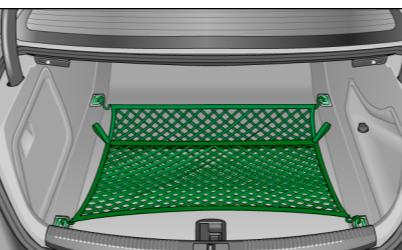

图 83 行李箱：张紧的行李网
- 如要用行李网固定装载物，那么请先将前面的行李网钩子，然后将后面的行李网钩子挂入固定环 ⇒ 第 62 页，图 83。